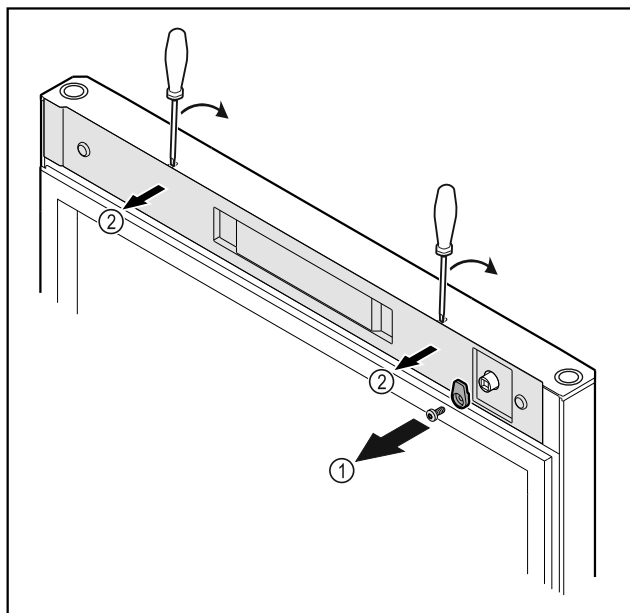

Fig. 16
- Sluithaak Fig. 16 (1) losschroeven.
- Afdekking Fig. 16 (2) met een kleine schroevendraaier losmaken en verwijderen.